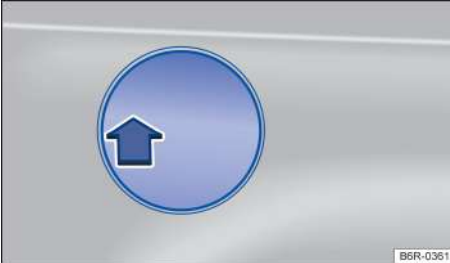

Рисунок 97. Правая задняя часть автомобиля: открыть крышку заливной горловины топливного бака
- Нажмите на заднюю часть крышки топливного бака →Рисунок 97, чтобы открыть крышку топливного бака.